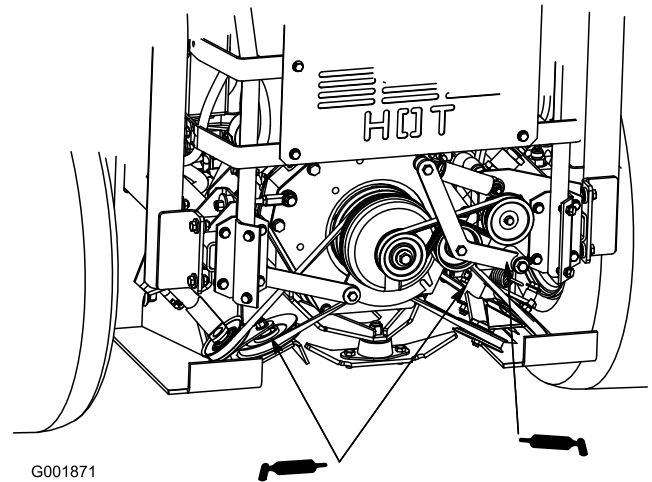

Figura 37
1. Ingrassate il braccio di rinvio della cinghia della ventola di raffreddamento (Figura 37).
2. Ingrassate il braccio di rinvio delle cinghie di trasmissione (Figura 37).